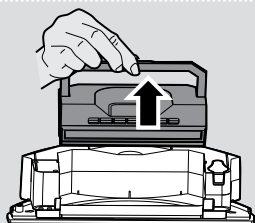
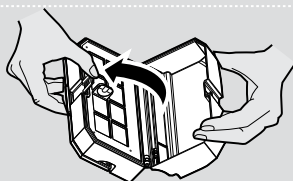
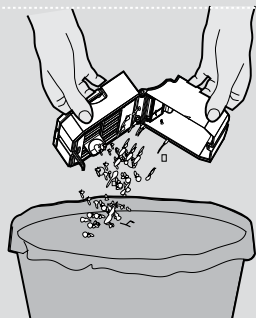
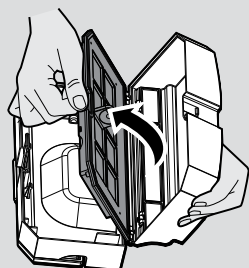

Fig. 10
Fig. 11
Fig. 12
Fig. 13
2. Løft støvbeholderen op med håndtaget, [fig. 10] åbn støvbeholderen hvor indikeret ved at udløse clipsen, [fig. 11] Tøm støvbeholderen over en affaldsspand. [Fig. 12]
2. Fjern støvbeholderen og tøm den. [Fig. 10,11,12] Åbn støvbeholderen, og fjern derefter EPA-filteret fra filternettet, og rengør dem separat. Samlingen sker i modsatte rækkefølge, sørg for, at filteret samles korrekt. [Fig. 13,14]